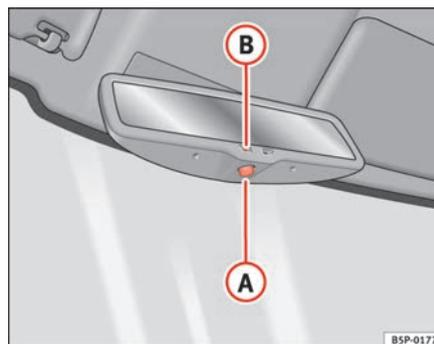

Fig. 62 Retrovisor interior com regulação automática para posição de anti-encandeamento. ►
- Prima o botão **(A)** ⇒ página 104, fig. 62. O aviso de controlo **(B)** apaga-se.
- Prima o botão **(A)** ⇒ página 104, fig. 62. O aviso de controlo acende-se.